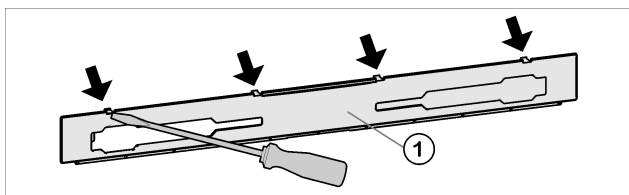

Fig. 4
- Løftblænden Fig. 4 (1) af fremad med kærvskrue-trækkeren.